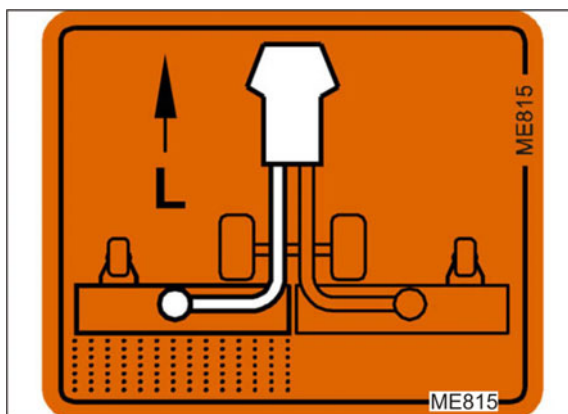

Bild 214
3. Lägg om spaken till höger (Bild 214/1) och lås: